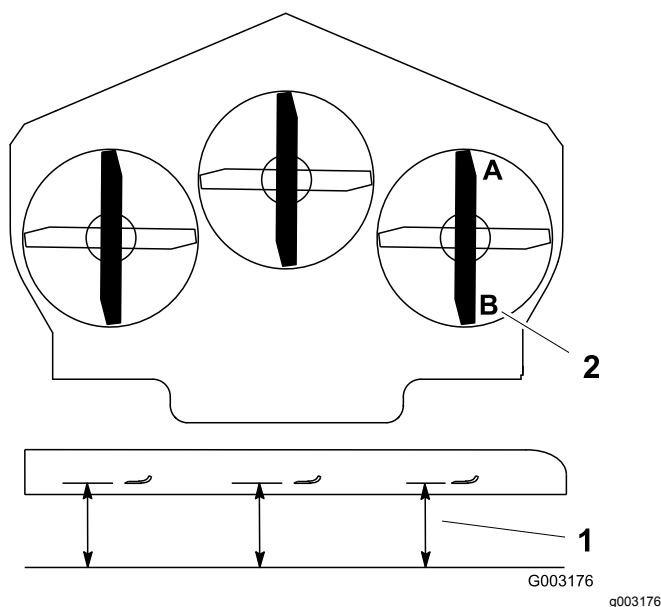

Bild 76
1. Stellen Sie das rechte Schnittmesser in Längsrichtung (Bild 76).
2. Messen Sie das rechte Messer an der Stelle **A** von einer ebenen Oberfläche bis zur Schnittkante der Messer (Bild 76).
4. Messen Sie das rechte Messer an der Stelle **B** von einer ebenen Oberfläche bis zur Schnittkante der Messer (Bild 76).
6. Das Schnittmesser sollte an Stelle **A** 6 mm bis 10 mm niedriger sein als an Stelle **B** (Bild 76). Sollte die Einstellung nicht richtig sein, machen Sie mit den folgenden Schritten weiter.